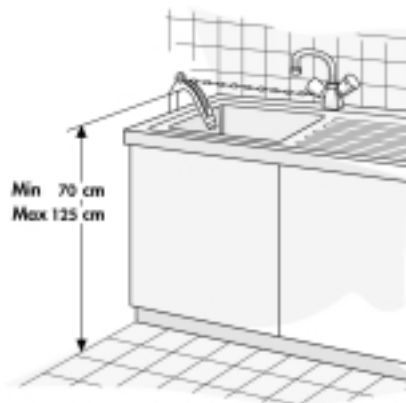

Fig. 2
- 2. Collegare il tubo flessibile di scarico al sifone oppure agganciarlo al bordo di un lavabo o di un lavello con il gomito (Fig. 2). I lavandini normali non sono adatti allo scopo. Il bordo del lavabo non deve trovarsi ad un'altezza dal pavimento superiore a 1,25 m.
Sistemare il tubo flessibile di scarico evitando pieghe e strozzature, e fissarlo in modo che non cada durante il funzionamento della lavatrice (Fig. 2).